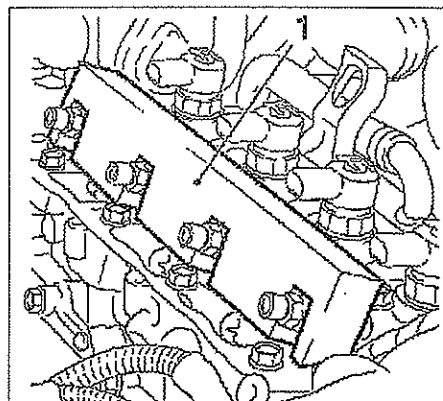

FIG. 17
El casquillo antitermico (5) debe colocarse en la culata con un guía adaptado o con el útil (4) KM-6357 antes del ensamblado del inyector (fig. 16). Será igualmente necesario alinear los inyectores con el útil (4) KM-6358 (fig. 17).